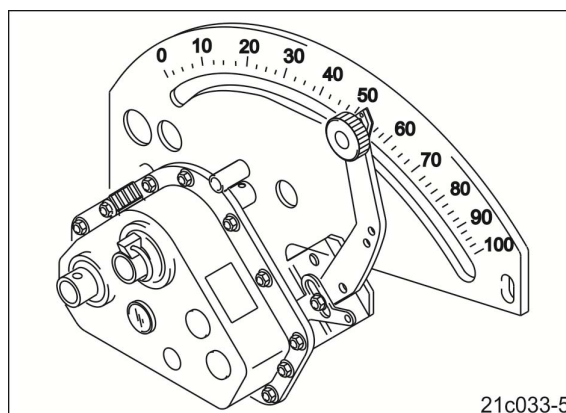

Рис. 159
- 4.1 Соответствующим образом установите рычаг редуктора (Рис. 159/1).